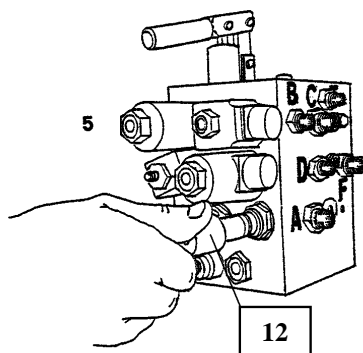

Fig.18
- Plaats de moer zie ref 12 fig.18 terug op het ventiel draai de moer niet te vast aan om te voorkomen dat het platform begint te dalen.